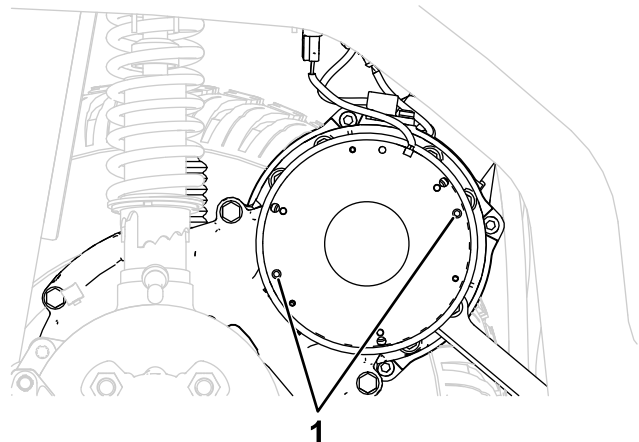

図 25
4. ねじM5-0.8 x 45 mm本を、図 25に示す穴に入れてゆっくり締め付けていく。